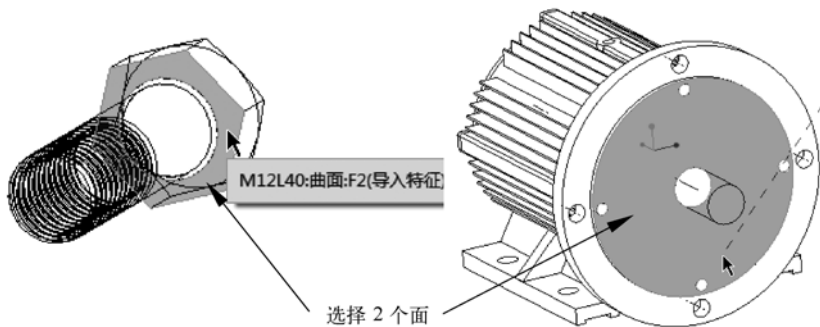

图 7-83 重合约束
- 打开“装配”操控板,在约束中选择“重合”选项,然后选择螺钉内侧表面和电机外壳端盖面进行重合约束,如图 7-83 所示。